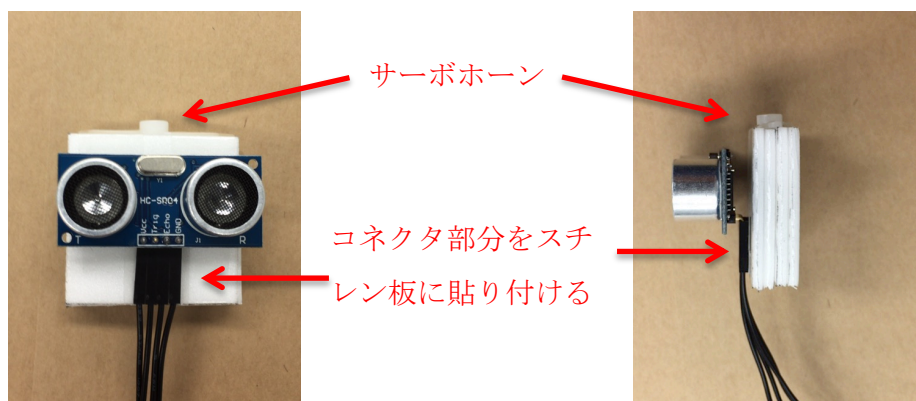

図 7.2.9 : 超音波センサとスチレン板の取り付け
5. 超音波センサと 1 ~ 3 で作成したスチレン板を貼り付ける (図 7.2.9)。ジャンプワイヤのコネクタにテープを貼るとよい。サーボホーンの向きとジャンプワイヤの向きが逆になるようにすること。